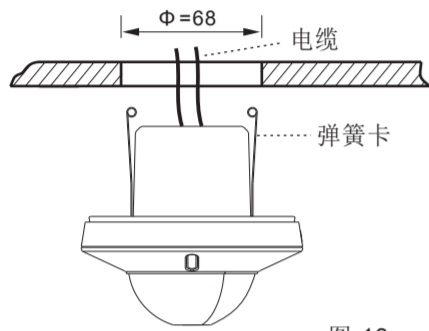

图 13
3.4.2.4 按住感应器的两个弹簧卡，并将感应器插入在天花板上钻的孔中（见图 13）。